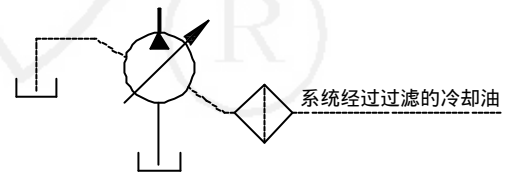

图 18 强制冷却方法
(1) 泄漏油口一定要直接接到油箱，不得接在系统管道上。
(2) 当泵经常在零偏角或系统工作压力低于 8MPa 下运转，使泵的漏损过小而引起泵体发热时，可考虑采取冷却措施，将系统回油管上分流一根支管通入油泵下部的泄漏油口内进行强制循环冷却，（如图 18），其壳体内油压力应小于 0.05MPa。
(3) 由于液压系统的需要而采用增压油箱时其压力应不超过 0.05MPa。